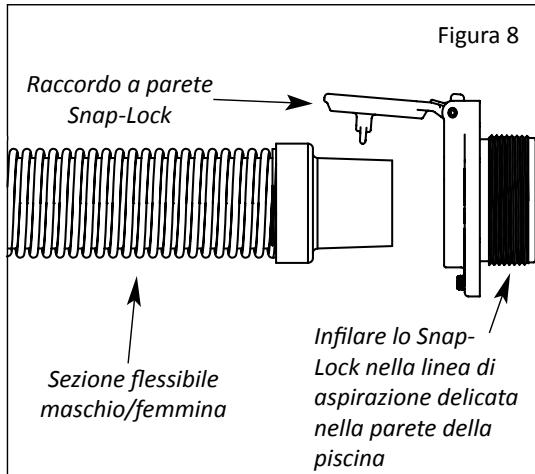

Figura 8
5. Inserire l'estremità del flessibile maschio dell'ultima sezione del flessibile direttamente nel raccordo per parete snap-lock. Vedi **figura 8**.